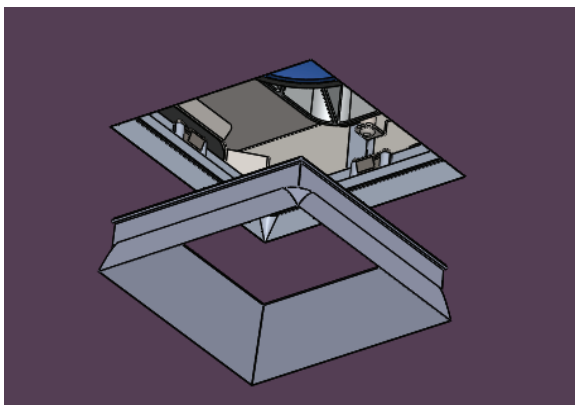

fig. 16
- a. Enfoncez l'habillage sans bride dans son support (voir la fig. 16).